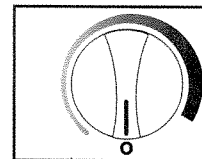

Fig. 14
* Para apagar el refrigerador para vinos (para no refrigerar) rote la perilla de control a la posición "0" (apagado). Ver Fig. 14. Para detener el ciclo de refrigeración por un tiempo, gire el control a la posición "OFF" –apagado- (0). Cuando no vaya a usar el refrigerador para vinos durante un mucho tiempo, desenchúfelo y deje la puerta entreabierta.